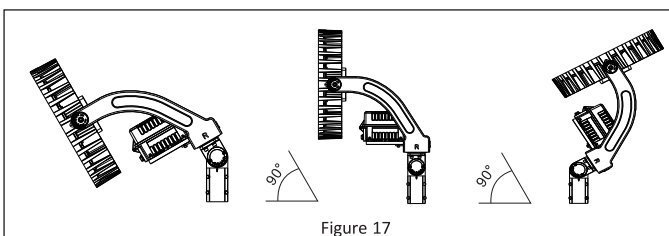

Figure 17
3. Le luminaire à DEL peut maintenant être orienté pour obtenir la couverture lumineuse optimale en desserrant la vis de réglage du montage à raccord lisse. **Reportez-vous à la Figure 17.**